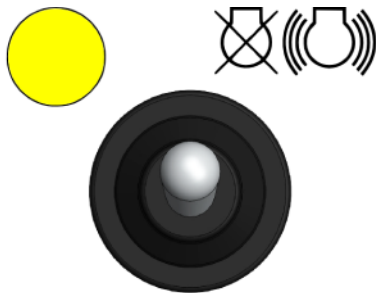

Abb. 51: Kippschalter Start/ Stopp
4. → Zum Starten den Kippschalter (Abb. 51) mindestens 2 Sekunden nach oben drücken.
Die gelbe Leuchte (Abb. 51) blinkt während des Startvorgangs.